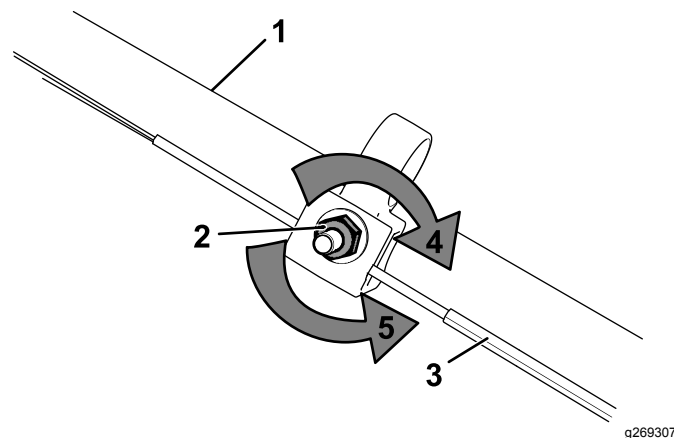

Figura 35
- Regolate la tensione del cavo (Figura 35) tirandolo indietro o spingendolo in avanti e mantenendo quella posizione.
- Girate il dado di regolazione in senso antiorario per allentare la regolazione del cavo (Figura 35).